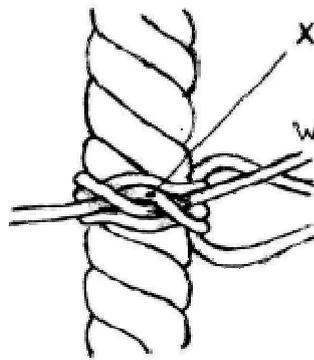

Abb. 2:
1. Einfacher Knoten einer kurzen Bindung (z. B. Webeleinen): Umwickeln, knoten und festziehen, Kleber an Punkt "x" bringen, beide Enden nach Abbinden des Klebstoffs abschneiden. (Abb. 2)